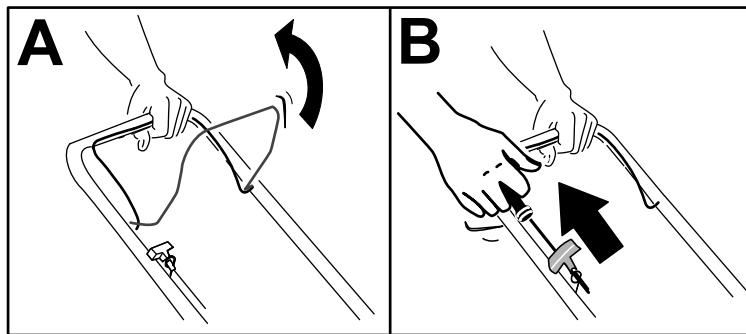

Figure 11
- Maintenez la barre de commande de la lame contre le guidon (A de Figure 11).
- Tirez la poignée du lanceur (B de Figure 11).